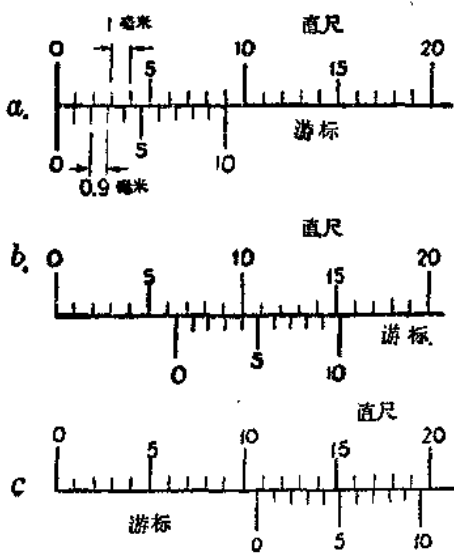

图 3. 游标尺刻度的说明。
(3)原理: 最简单的游标刻度, 常把相当于直尺上的 9 个毫米的长度分成 10 等分, 作为游标的刻度, 这时游标刻度的每一等分等于  $9/10$  毫米即 0.9 毫米, 如图 3。
当游标尺两个测脚合在一起时, 游标上的零刻线应和直尺上的零刻线重合, 这时, 除了游标上的第十根刻线和直尺上的第九根刻线重合外, 游标尺上的其他各刻线的位置 (图 3, a) 不会与直尺上的刻线重合。游标上的第一根刻线在靠近直尺上第一根刻线左边的 0.1 毫米处。游标上第二根刻线又靠近在直尺上第二根刻线左边的 0.2 毫米处, 其余依此类推。
若测量大于 1 毫米长度的物件时，整的毫米数可由游标零刻线所指的紧靠左边的直尺上的刻度读出，而十分之几毫米数，可由游标上和直尺上任一根刻线相重合的游标上的第几根刻线来决定。例如图 3, b、c 所示，游标位置相当于被测物体的长度是 6.4 毫米和 10.6 毫米。